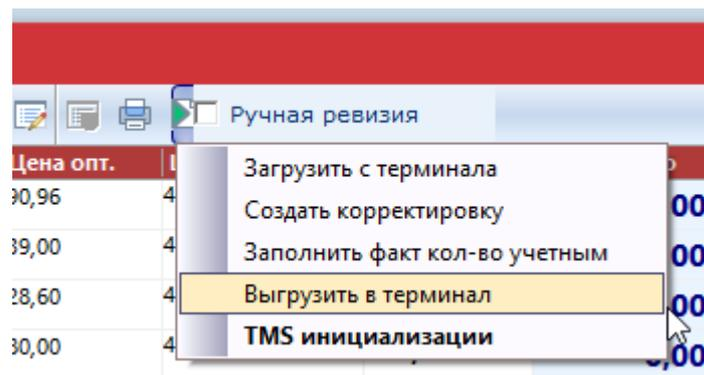

Рис.147. Выгрузка в терминал сбора данных
5. «Выполнить» → «Выгрузить в терминал» (1 –й терминал). (См. рис.147) **ВНИМАНИЕ!!!!** Стираются все введенные ранее данные в терминале.
7. «Выполнить» → «Выгрузить в терминал» (2-ой терминал). (См. Рис.147)